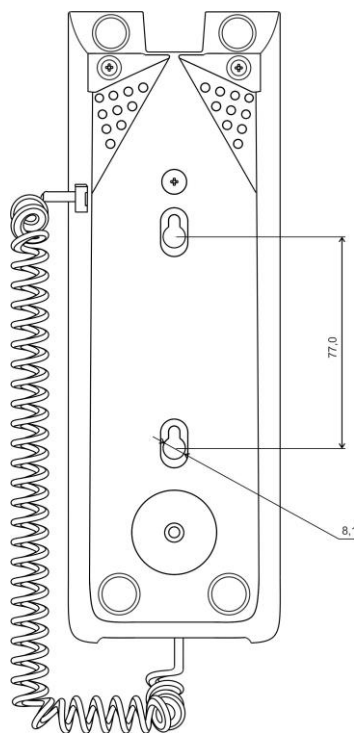

Рисунок 3. Монтажная схема крепления
3. При необходимости закрепить основание на стене с помощью саморезов (см. рис.3).